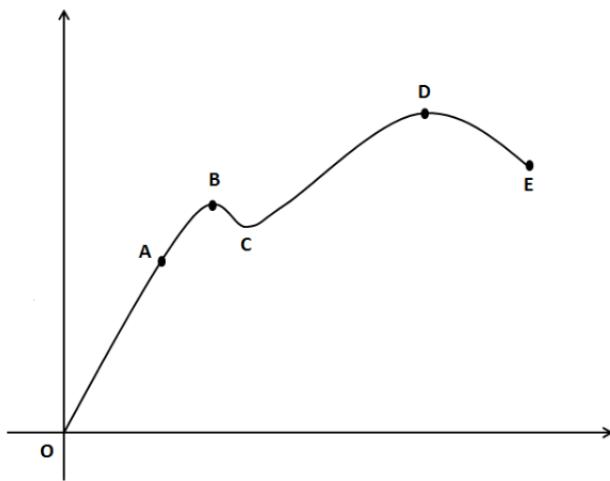

Figure 1(b) / Rajah 1 (b)
- CLO1 C2 (b) Referring to Figure 1(b), the stress versus strain graph for mild steel after tensile testing. Plot **FOUR (4)** important points at the graph and explain the condition of the specimen in between yield point.
*Merujuk kepada Rajah 1(b), graf tegasan melawan keterikan bagi keluli lembut selepas menjalani ujian tegangan. Plotkan **EMPAT (4)** titik penting pada graf tersebut dan terangkan apa yang berlaku pada spesimen ketika berada di antara titik alah.*